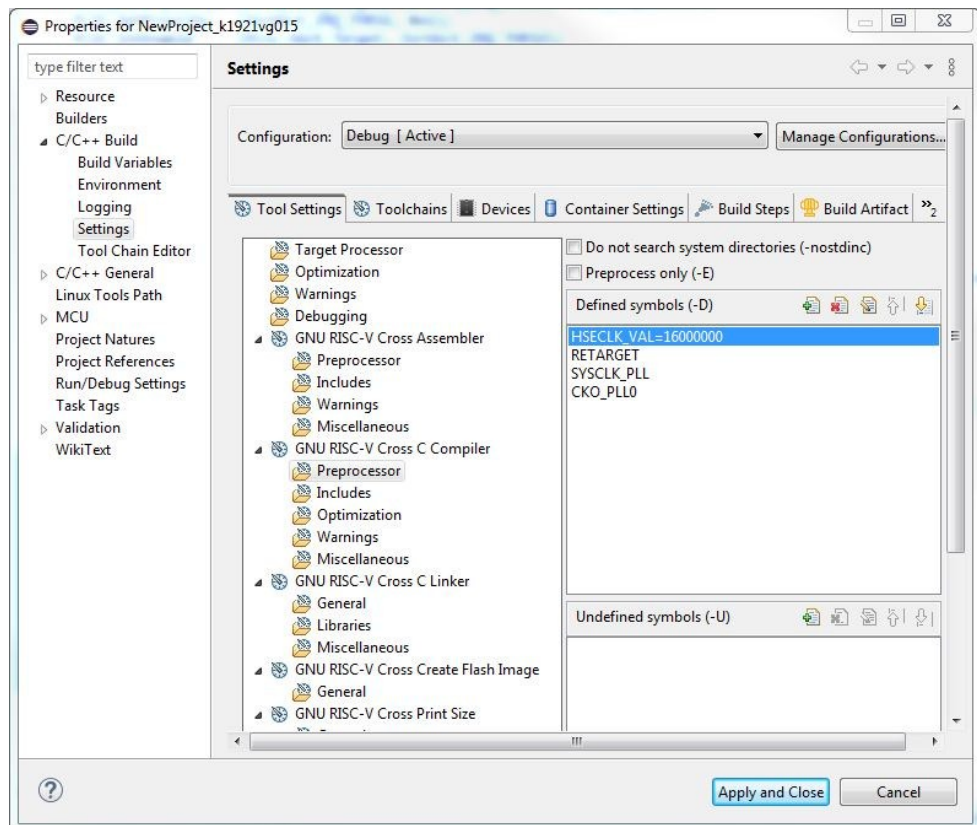

Рисунок 3.21 – Указание директив препроцессора
5. Указать директивы препроцессора (см. рисунок 3.21).